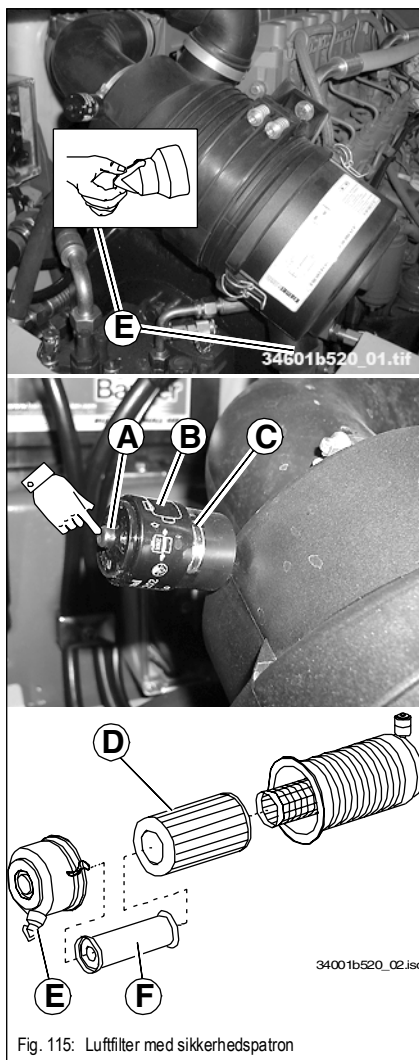

Fig. 115: Luftfilter med sikkerhedspatron
- Efter hvert tredje filterskift tages sikkerhedspatronen fig. 115/F endvidere forsigtigt af med lette drejebælgelser
- ☞ Rengør støvtømningsventilen fig. 115/E